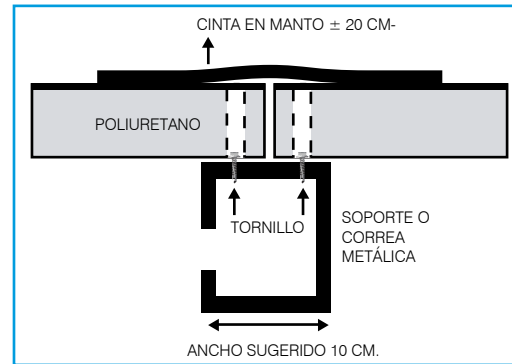

Fig. 16
4.4.12 Durante el avance del proceso de instalación no olvide revisar la nivelación entre los paneles (fig. 16)